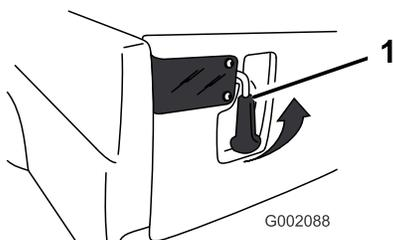

Figura 29
1. Per aprire i dispositivi di chiusura della sponda posteriore, sollevate le relative impugnature (Figura 29). I dispositivi di chiusura scatteranno verso il centro della sponda. Abbassate lentamente la sponda.